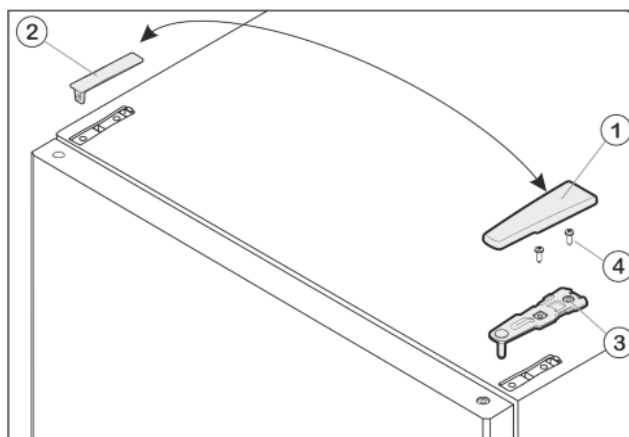

Fig. 7
- ▶ Afdekking Fig. 7 (1) naar voren en boven wegtrekken.
- ▶ Afdekking Fig. 7 (2) eraf nemen.
- ▶ Bovenste lagerbus Fig. 7 (3) losschroeven (2 maal Torx® 25) Fig. 7 (4) en naar boven eraf trekken.
- ▶ Plaats de bovenste lagerbus *Fig. 7 (3)* aan de nieuwe scharnierkant in de deur.
- ▶ Bovenste lagerbus **goed (met 4 Nm)** vastschroeven (2 maal Torx® 25) *Fig. 7 (4)*. Steek de schroefgaten indien nodig voor of gebruik de accuschroevendraaier.
- ▶ Afdekking *Fig. 7 (1)* en afdekking *Fig. 7 (2)* elk op de tegenoverliggende zijde van buiten aanbrengen en vastklikken.